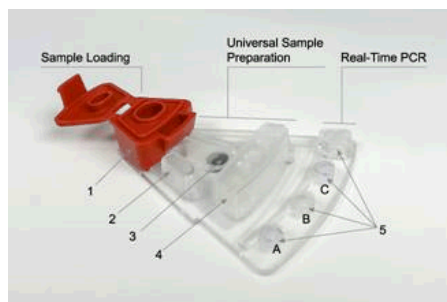

Figura 1. Vista dall'alto di una PIE
Revogene automatizza l'omogeneizzazione PrC, la diluizione, la lisi, l'amplificazione del DNA e il rilevamento dei prodotti PCR amplificati. L'intervento dell'utente è richiesto solo per trasferire il sample buffer dalla Sample Buffer Tube (SBT) alla PIE e per inserire quest'ultima nel carosello di Revogene. La PIE di Revogene Check è un dispositivo completamente integrato e chiuso in cui il sample buffer viene erogato ed elaborato attraverso diverse camere e canali microfluidici che consentono l'elaborazione PrC (omogeneizzazione, diluizione e lisi) e le successive fasi della PCR in tempo reale (**Figura 1**). Il sample buffer viene trasferito mediante centrifugazione da una camera all'altra in sequenza.
6. Scaricare completamente il volume di SB nella camera di caricamento del campione della PIE (Figura 1). Assicurarsi di non toccare i bordi esterni o il fondo della camera di caricamento del campione con il DTT.